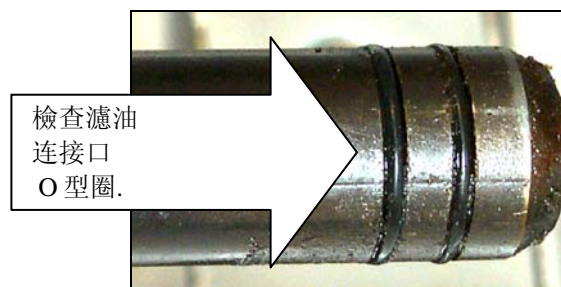

Figure 2
2. 檢查瀘油缸連接部位 O 型圈在正確的位置（見 Figure 2）